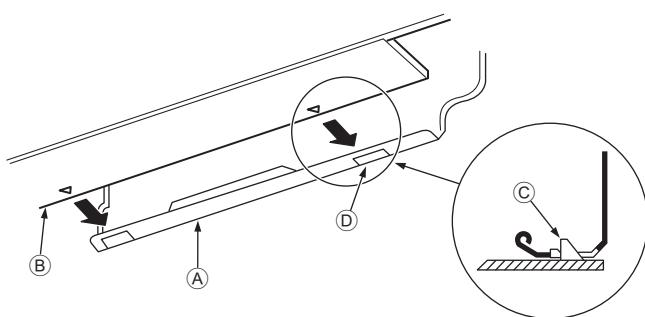

Рис. 3-15
3. Устанавливая трубы хладагента и дренажа в отверстие на стене (муфту), подвесьте верхнюю часть внутреннего блока к монтажной плате ①.
5. Закрепите блок, вдвинув его нижнюю часть в монтажную плиту ①. (Рис. 3-15)
- * Убедитесь, что нижние фиксаторы внутреннего блока надежно встали в монтажной плате ①.
- Ⓐ Монтажная плита ①